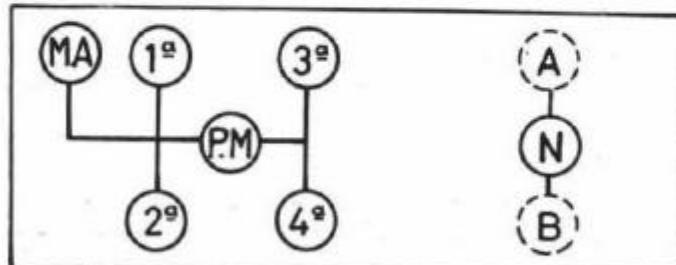

Fig. 28. Esquema de posiciones de las palancas de la caja de velocidades y de la reductora.
- Con el pie izquierdo se pisará a fondo el pedal del embrague y se llevará la palanca de la caja de velocidades (fig. 28) hacia la izquierda y luego hacia adelante—posición I (1.^a velocidad).
Para *pasar* nuevamente a *tracción trasera*, se llevará la palanca de la caja reductora—bola ROJA—a la posición de “BAJA” (hacia el conductor) y luego a la de “ALTA” (hacia el salpicadero) (fig. 28), lo que dejará libre la palanca de acoplamiento del eje delantero para que, empujada por su muelle, se eleve a la posición normal.
Después de pisar a fondo el pedal del embrague, se llevará la palanca de la caja reductora—bola ROJA—a la posición de “BAJA”, es decir, hacia el conductor, y la de la caja de velocidades a 1.^a (fig. 28), y se irá embragando con suavidad, al mismo tiempo que se acelera el motor. Los demás cambios de la caja de velocidades se efectúan en forma normal y, al *pasar a “BAJA”* en la reductora, el eje delantero queda acoplado automáticamente.